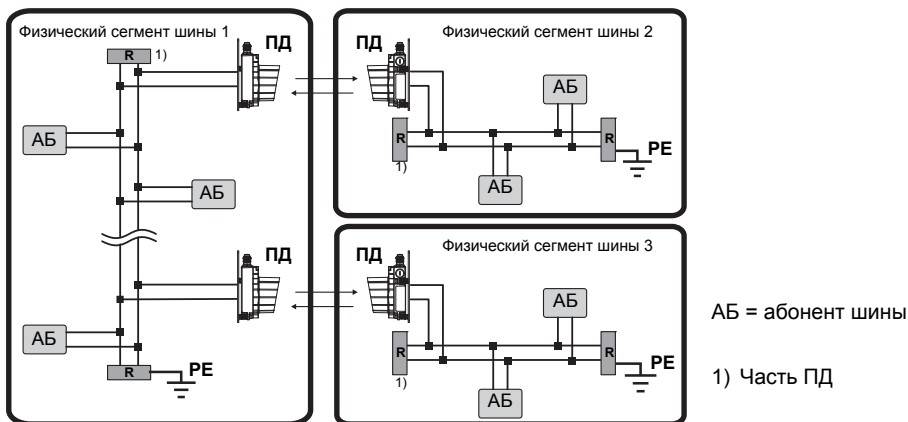

Рис. 9.6: Кабельные соединения шины DeviceNet/CANopen
- В каждом физическом сегменте шины необходимо установить заглушки шины на концах шинных кабелей между CAN_L и CAN_H (см. рис. 9.6 ).
- Опорный потенциал CAN_GND может быть соединен с землей (PE) только в одном месте физического сегмента шины (см. рис. 9.6).